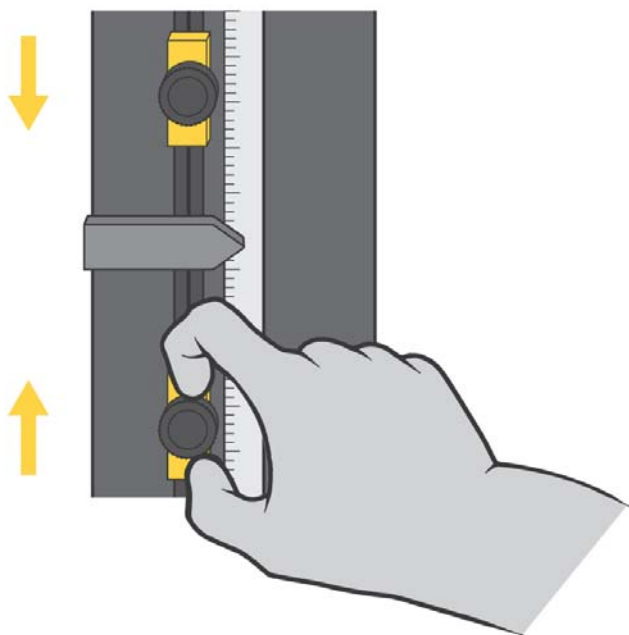

Figura 31. Impostazione degli arresti di fine corsa
Gli arresti di fine corsa della traversa sono due blocchi regolabili montati su un'asta degli interruttori di fine corsa che si trova all'interno della colonna della macchina, come mostrato nella Figura 31 a pagina 134. Gli arresti di fine corsa (1 e 2) hanno viti a testa zigrinata che è possibile serrare e rilasciare a mano e che possono essere spostate in qualsiasi posizione sull'asta del fine corsa. Posizionare questi arresti appena oltre i parametri della prova per impedire che la traversa si sposti eccessivamente. Quando la traversa raggiunge la corsa massima preimpostata, l'attuatore del fine corsa (3) viene a contatto con uno di questi arresti. Il contatto tra l'attuatore del limite e il fine corsa sposta l'asta del fine corsa (4) e attiva gli interruttori di limite. In questo modo viene interrotto lo spostamento della traversa.